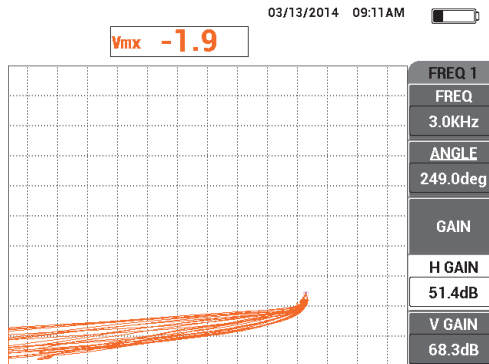

Abbildung 5-108 Einstellen von H VERST
17. Neigen Sie die Sonde in einem beliebigem Winkel an Position 1. Beobachten Sie das Liftoff-Signal von Kanal **MIX** und drücken Sie die Funktionstaste D, um **H VERST** zu verringern bis das Liftoff-Signal von Kanal **MIX** zur linken Seite ausgerichtet ist (siehe Abbildung 5-108 auf Seite 219).